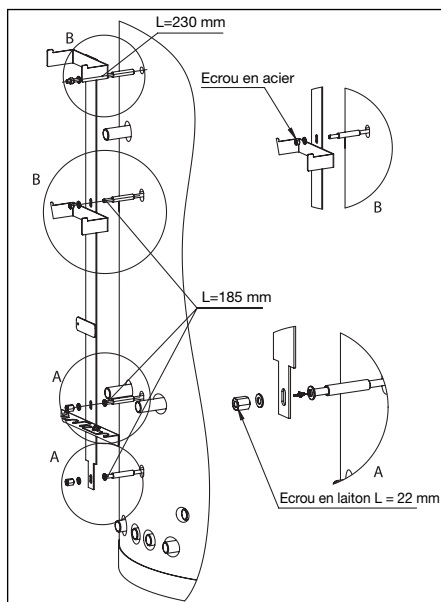

Fig. 8 Montage de l'ensemble de fixation
- Monter l'ensemble de fixation (fig. 8).
- Visser la tige filetée dans les écrous soudés du ballon d'eau chaude (Attention: la tige d'une longueur $L = 230$ mm doit être vissée dans l'écrou supérieur! Visser les 3 tiges filetées d'une longueur $L = 185$ mm dans les trois écrous inférieurs!) (Fig. 8).